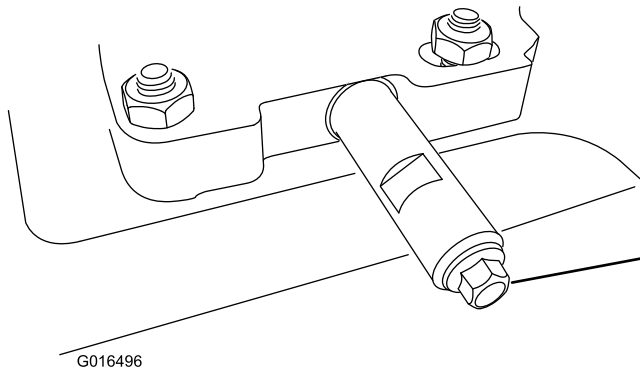

Figure 34
2. Nettoyez la surface autour du bouchon de vidange d'huile (Figure 34).